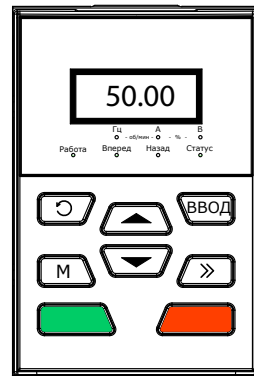

Рисунок 2.45 — Панель управления
2.3.1.1 Панель управления предназначена для подачи команд пуска, остановки и сброса неисправности ПЧ, задания частоты, а также для отображения информации и хранения файлов конфигурации (см. рисунок 2.45).